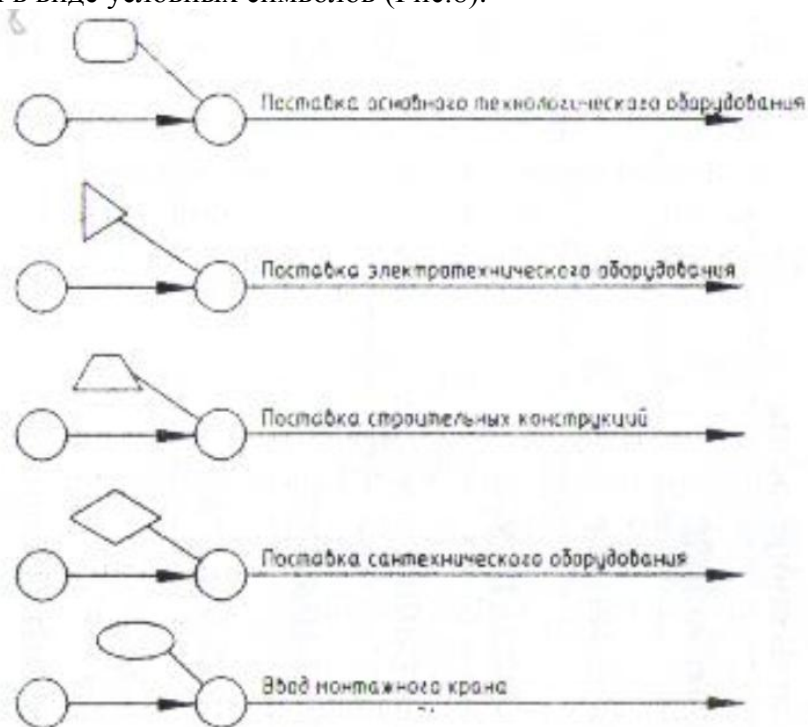

Рис.8
8. Поставки технологического оборудования, конструкций, технологической документации являются внешними работами для строительного процесса, и их следует вводить в график в виде дополнительных стрелок. Такая стрелка должна входить в начальное событие работы, для выполнения которой эта поставка необходима. Такие внешние поставки могут изображаться в виде условных символов (Рис.8).